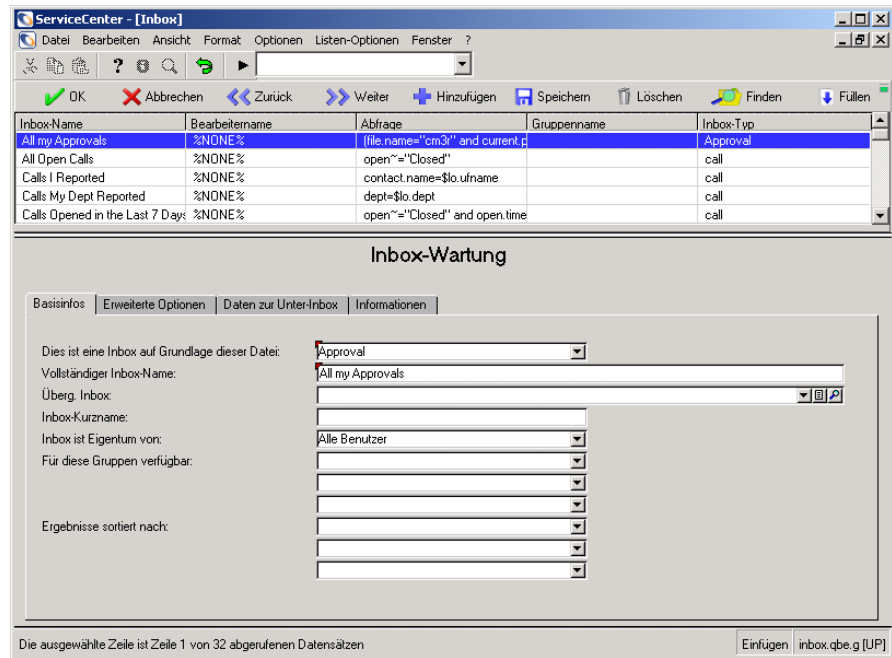

Abbildung 4-12: QBE-Liste der Inboxes
- 2 Klicken Sie auf **Suchen**, um eine wahre Abfrage (true) durchzuführen und eine Liste aller aktuellen Inbox-Datensätze abzurufen. Eine QBE-Liste mit den Suchergebnissen wird angezeigt. In Abbildung 4-12 auf Seite 108 ist das Formular **Inbox-Wartung** dargestellt.